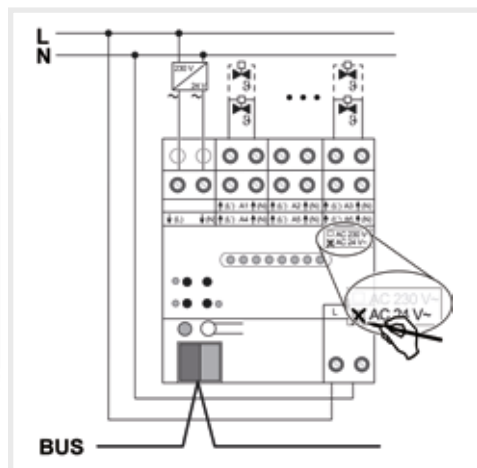

Bild 4: Anschluss Stellantriebe 24 V
- Stellantriebe AC 24 V gemäß Anschlussplan (Bild 4) anschließen.
- Versorgung für Stellantriebe an Klemmen $\downarrow$ (L) und $\downarrow$ (N) (1) anschließen.
- Netzspannung an Klemmen (5) anschließen.